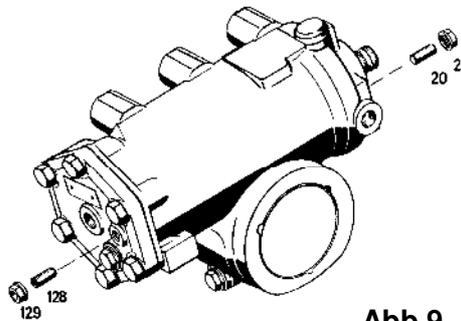

Abb.9
5.1 Hydraulische Lenkbegrenzung mit manueller Einstellung (Abb.9)
Zur Korrektur die entsprechende Bundmutter (21 bzw. 129) lösen und den Gewindebolzen (20 oder 128) **Abb.9** rein- oder rausdrehen